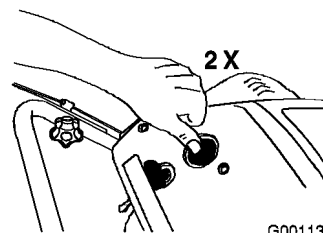

Figure 15
3. Appuyez fermement à 2 reprises sur l'amorceur avec le pouce en marquant une pause d'une seconde chaque fois (Figure 15).